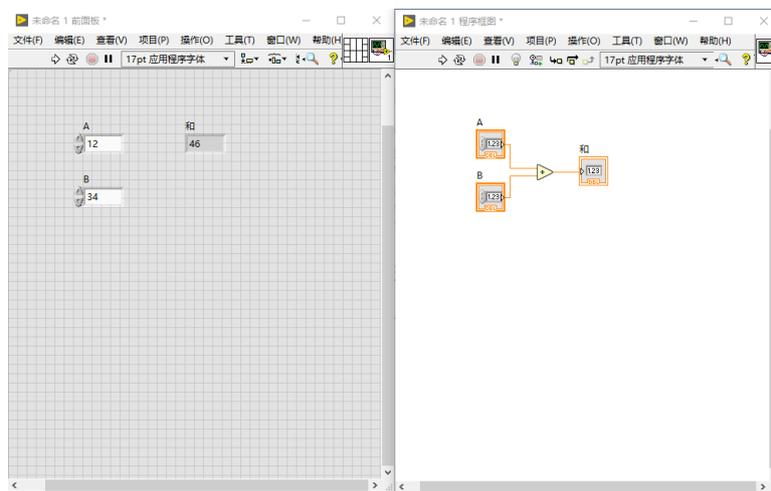

图 2-16 加法运算
5、如果工具选板处于自动选择工具的状态时，鼠标靠近接线端子将出现线轴图案，此时单击鼠标左键，移动鼠标至目标接线端子，再次单击鼠标左键，即可完成连线，完成全部连线后，单击“运行”按钮，结果如图 2-16 所示；